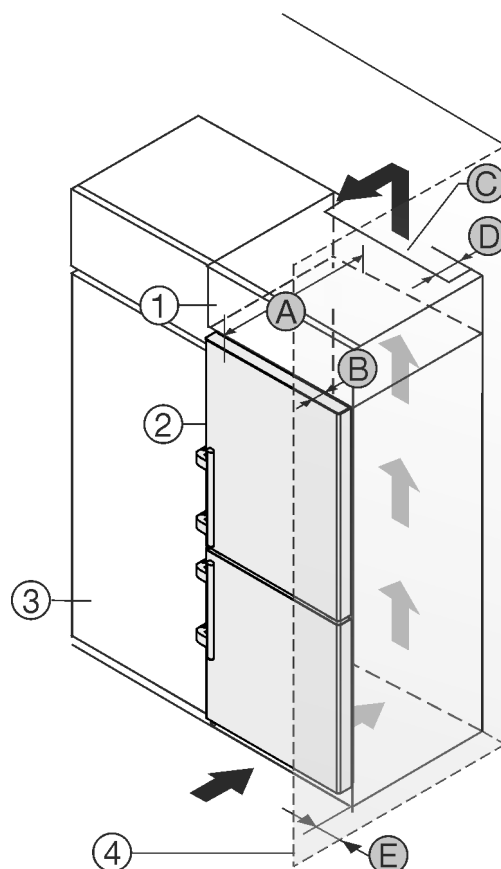

Fig. 26
Het apparaat kan in keukenkasten worden ingebouwd. Om het apparaat Fig. 26 (2) aan de hoogte van het keukenblok aan te passen, kan boven het apparaat een opzetkast Fig. 26 (1) worden aangebracht.
Het apparaat kan direct naast de keukenkast Fig. 26 (3) worden geplaatst. Om de deuren volledig te kunnen openen, moet het apparaat overeenkomstig de diepte Fig. 26 (B) t.o.v. het keukenkastfront uitsteken. Afhankelijk van de diepte van de keukenkast en het gebruik van de wandafstandshouders kan het apparaat verder uitsteken.
- Aan de achterzijde van de opzetkast moet een luchtafvoerkanaal met de diepte Fig. 26 (D) over de volledige breedte van de opzetkast aanwezig zijn.
- Onder het plafond moet de ventilatiedoorsnede Fig. 26 (C) worden aangehouden.
Wanneer het apparaat met de scharnieren naast een wand Fig. 26 (4) wordt geplaatst, moet de afstand Fig. 26 (E) tussen apparaat en wand worden aangehouden. Dit komt overeen met de uitsteekmaat van de handgreep bij geopende deur.